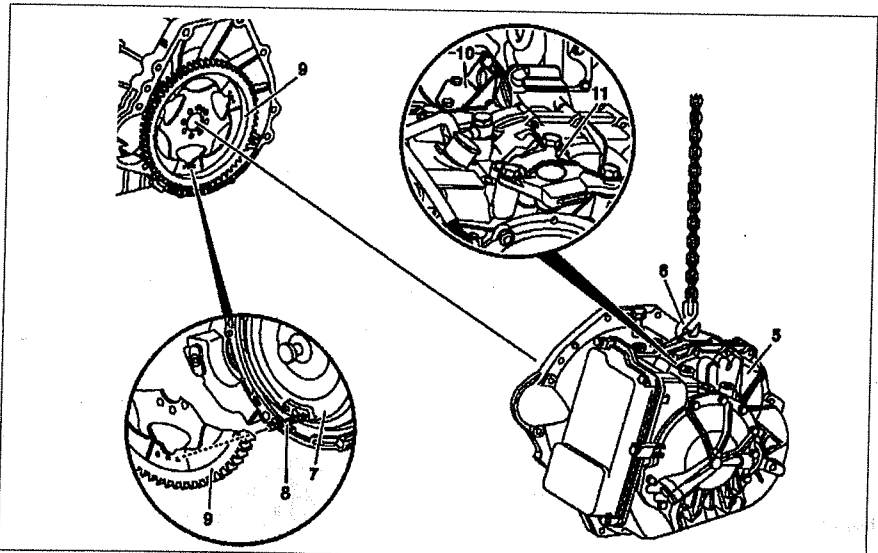

Рис. 6.51. Снятие и установка АКПП (автомобили с двигателями 611.980):
8. Используя подъемник 6, отсоедините коробку передач 5 от двигателя 1 (см.рис.6.51).